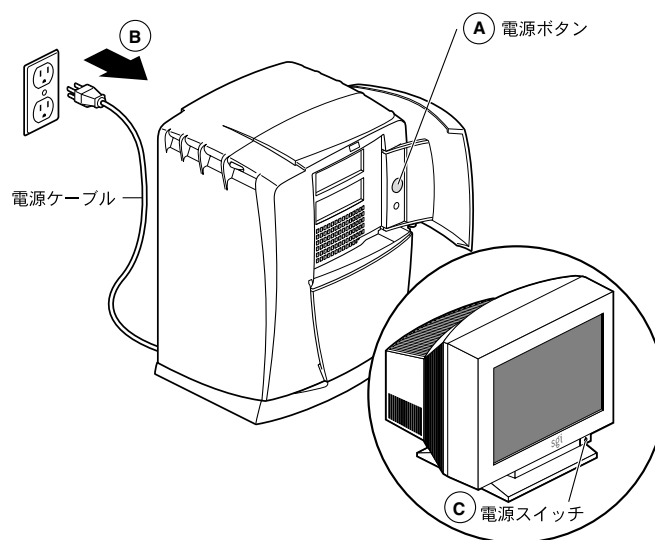

図 2-3 ワークステーションの電源を切る
1. カバーを開き、電源ボタン (図 2-3 の A を参照) を押してワークステーションの電源を切ります。
2. 電源ケーブル (B) を抜きます。
3. モニタの電源スイッチ (C) を押して、モニタの電源を切ります。